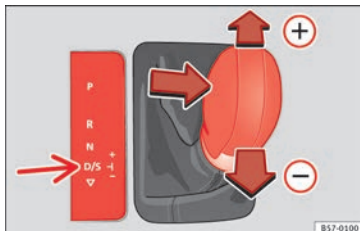

Fig. 181 Console centrale: cambio del rapporto di marcia con tiptronic.
- Tirare la leva seletrice in avanti  per inserire una marcia superiore » **fig. 181**.